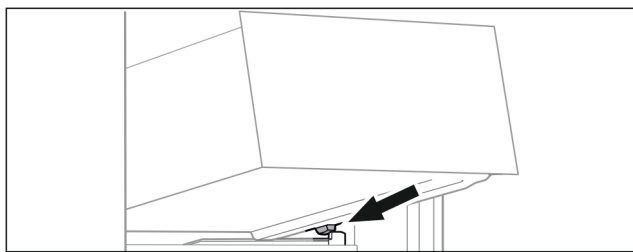

Fig. 20
- ▶ Nasadíte zásuvku šikmo za zarážky na žebrování na nádoby. (viz Fig. 20)